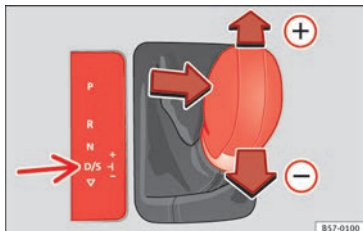

Fig. 169 Consola central: cambiar con tiptronic.
- Tire de la palanca selectora hacia adelante (+) para insertar una marcha superior »» **fig. 169**.